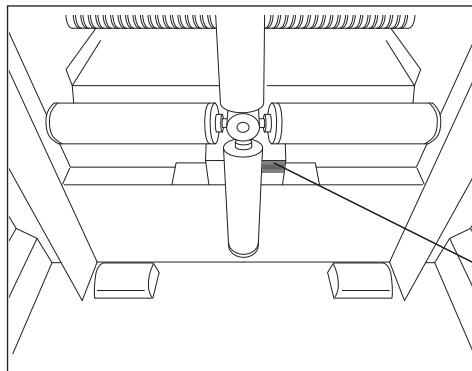

図12 満杯センサーの掃除
- 1.電源スイッチ①の下側を押して電源を切り、電源コード①の電源プラグを抜いてください。
- 2.満杯センサーに付着した紙粉や細かい細断屑を柔らかい布等で取り除いてください。 P19 図12 参照